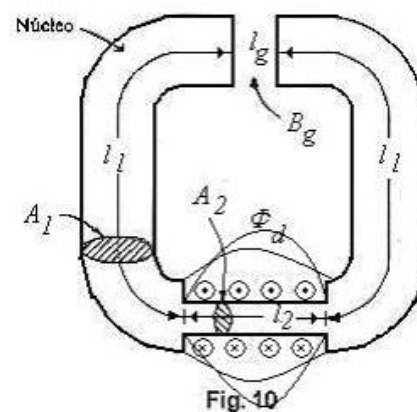
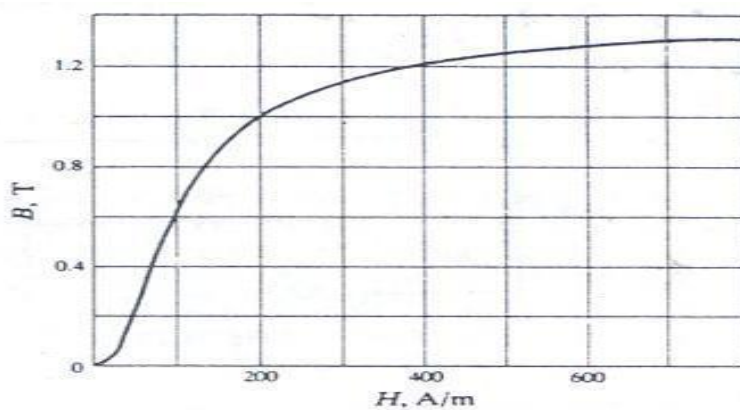

Fig. 10
Fig. 11
6.-Un circuito magnético compuesto en el que varía la sección transversal se muestra en la Fig.10; la porción de hierro tiene las características B-H de la Fig. 11. Datos $N = 100$ vueltas; $l_1 = 4l_2 = 40 \text{ cm}$; $A_1 = 2 A_2 = 10 \text{ cm}^2$; $l_e = 2 \text{ mm}$; flujo de dispersión $\phi_d = 0,01 \text{ mWb}$. Calcúlese la corriente I necesaria para establecer una densidad de flujo en el entrehierro de $0,6 \text{ T}$.